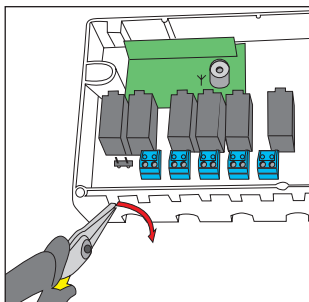

Fig. 3 Trækaflastning placeres
7. Trækaflastning placeres, se fig. 3 og 4